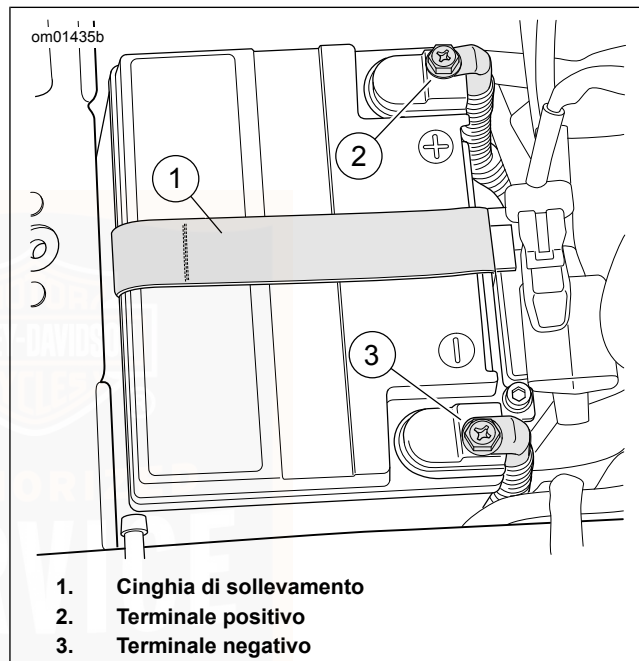

Figura 85. Vano della batteria
10. Vedere Figura 85 . Scollegare entrambi i cavi della batteria iniziando dal cavo negativo.
3. Vedere Figura 85 . Collocare la batteria nel relativo vassoio, con il lato dei terminali in avanti.